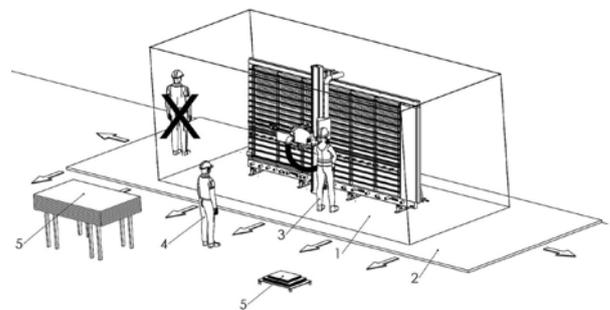

Abb. 10: Hinweise zum Arbeiten an der Plattensäge
- Die Hilfspersonen (4, Abb.10) müssen das Arbeitsfeld der Maschine verlassen, nachdem sie das Schneidgut abgelegt oder erhalten haben und sich außerhalb der Arbeitszone aufhalten.
- Verwenden Sie zum Transport von großen und schweren Werkstücken einen fahrbaren Transportwagen sowie eine Ablage für die Werkstücke (5, Abb.10).